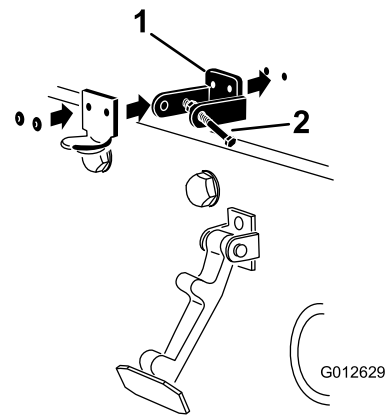

Figura 6
5. Aplique rebites nos suportes e nas anilhas ao capot (Figura 6).